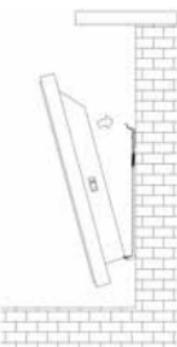

Figura 7. Atașare
- Trebuie măsurată distanța corectă pentru a conecta cu ușurință cablul de alimentare la priza electrică. După stabilirea zonei de instalare, găurile trebuie marcate conform metodei prezentate în figura 7. Pentru a fixa aparatul, puteți utiliza suportul de montare pe perete (figura 5) Suportul de montare poate fi utilizat ca ghidaj pentru poziționare și puncte de dat gaură. Puteți poziționa suportul pe perete și măsuți spațiul dintre podea și partea inferioară a suportului la minim 100 mm sau max 200 mm. Marcați orificiile de înșurubare prin găuri cu ajutorul unui pix. Trebuie să vă asigurați că zonele de siguranță să fie libere pentru ca aparatul să funcționeze în mod eficient (Figura 4).